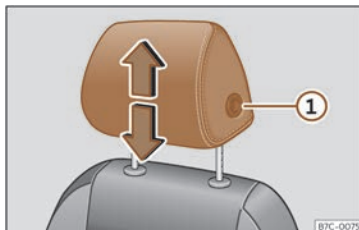
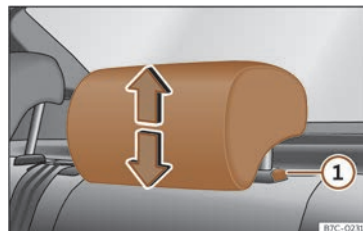

Fig. 98 Seient davanter: regulació del reposacaps.
Fig. 99 Reposacaps del darrere: regulació del reposacaps.
- Agafeu el reposacaps amb les dues mans pels costats i empenyeu cap amunt fins a encaixar-lo amb la posició desitjada. Per abaixar-lo, feu la mateixa acció, tot prement el botó lateral ① >>> fig. 98 >>> fig. 99.
- Premeu el botó lateral»» **fig. 98** ① i traieu el reposacaps.